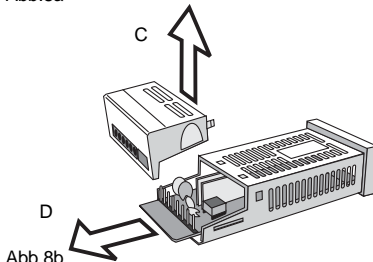

Abb.8b
- 3) Die Abdeckung der Klemmen herausnehmen (siehe Abb.8b [C]).
- 4) Das Instrument vollständig aus dem Gehäuse nehmen (siehe Abb.8b [D]).